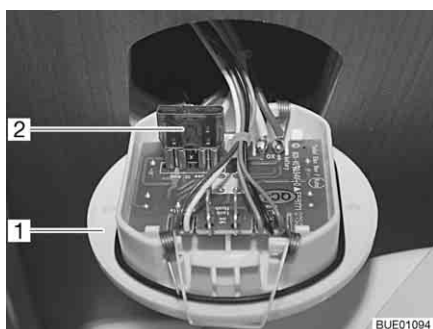

Bild 164 Toalettens säkring
- Lyft upp kontrollenheten för toaletten (Bild 164,1) med ett lämpligt verktyg och dra ut den från väggen.
- Byt säkring (Bild 164,2).